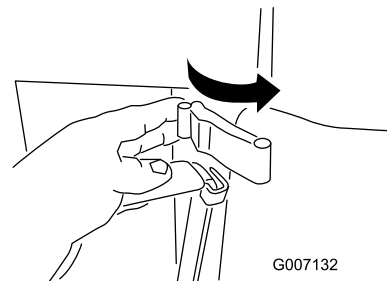

Figura 39
1. Tire de los cierres de ambos lados de la unidad de tracción hacia fuera y hacia adelante (Figura 39).
2. Enganche los cierres sobre los soportes laterales y ciérrelos (Figura 39).